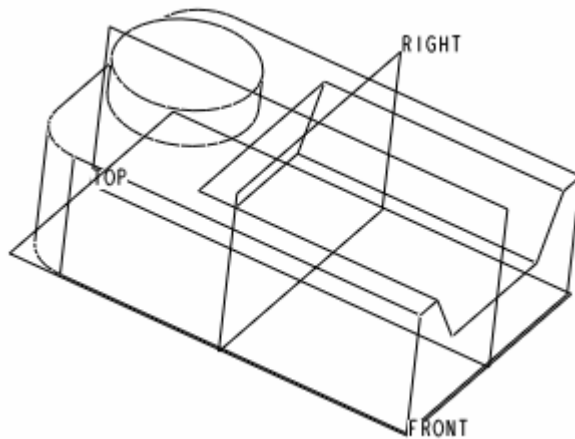

图 10-2
- (1) 单击工具栏中的  按钮。
- (2) 打开配书光盘中的文件“openexe10.prt”，如图 10-2 所示。